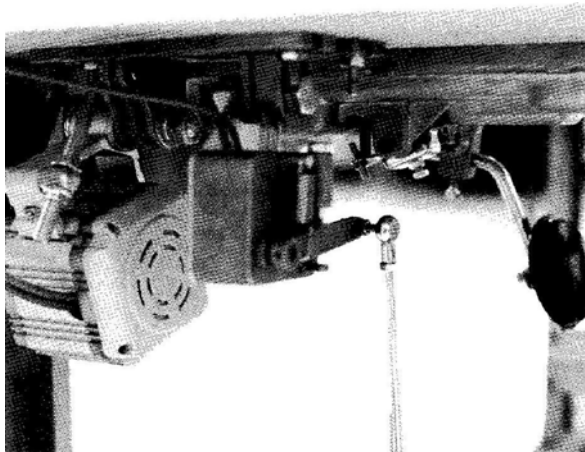

Рисунок 10
2. Установка Модуля Мотора (см. Рисунок 10)